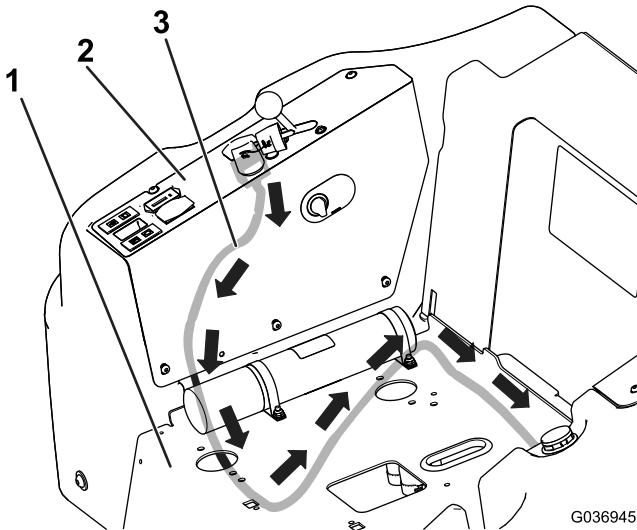

Bild 4
- Verlegen Sie den Kabelbaum unter dem Armaturenbrett und der Sitzplatte, wie in Bild 4 dargestellt.